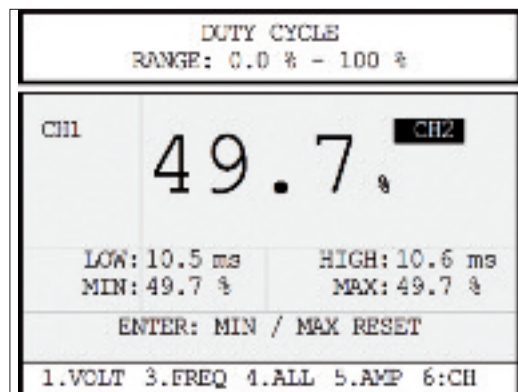

Abb. 4-4 Tastverhältnis
Wie in Abb. 4-4 dargestellt, zeigen die großen Zahlen in der Bildschirmmitte das Tastverhältnis an.
- Wie in Abb. 4-4 dargestellt, zeigen die großen Zahlen in der Bildschirmmitte die gemessene Frequenz in Hertz bzw. Kilohertz an.